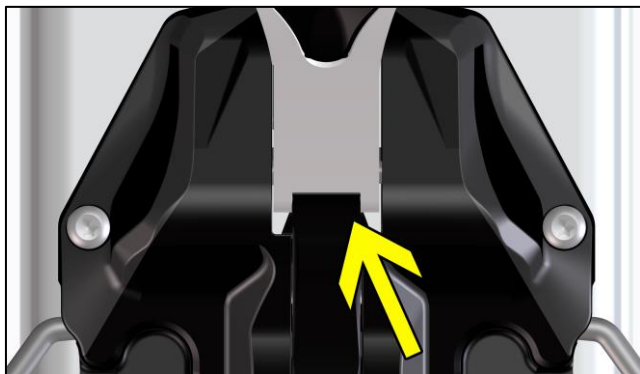

FIGURA 17
- **ATTENZIONE!** Prima di procedere con la salita è necessario accertarsi che la leva si trovi nella posizione stabilizzata illustrata in **FIGURA 17** , con la scritta "SKI" non visibile sulla leva frontale.